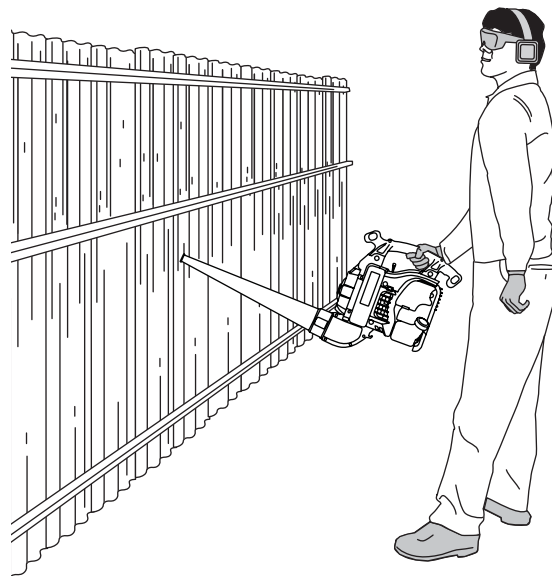

Fig. 19
3. Use la sopladora para paredes, salientes, cercas y mallas (Fig. 19).